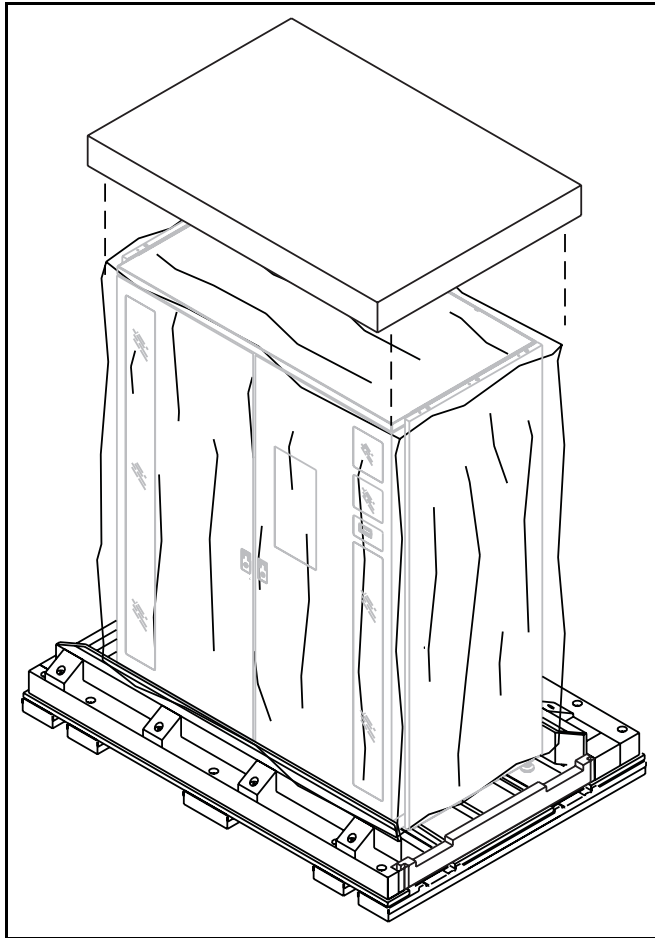

Figure 4-5. Retrait du couvercle en mousse
9. Soulevez le couvercle en mousse de la librairie de sauvegarde sur cartouches (voir Figure 4-5).